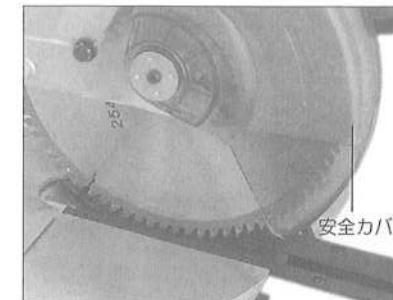

図28
(図28参照)
- 安全カバーはハンドルを下げるとき自動的に上がり、切り終ってハンドルを上げると元に戻ります。(図28参照)